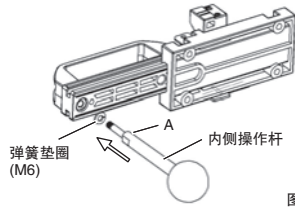

图2
- 内侧操作杆松动会导致早期故障，请使用弹簧垫圈，按照合适的紧固扭矩将螺钉拧紧。(图2)